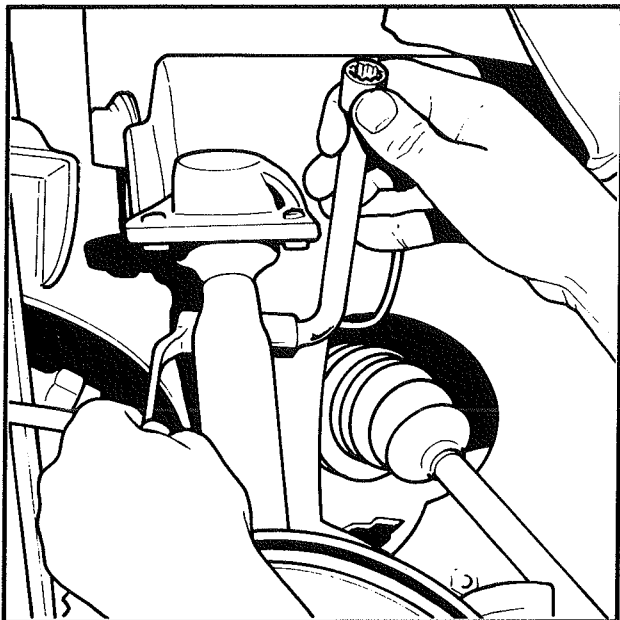

Fig. 1
- Déposer l'écrou et l'axe de fixation de rotule supérieure (Fig. 1).